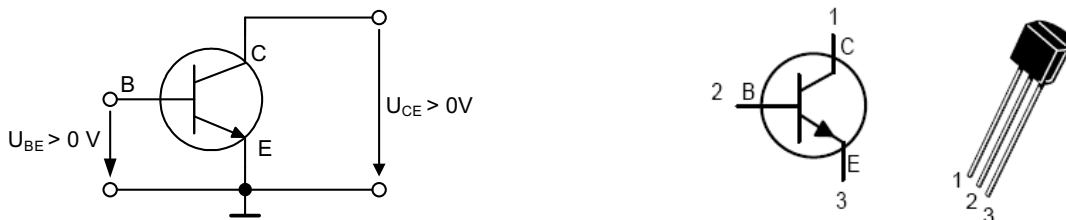

Abbildung 4: Polung eines npn-Transistors (links) und Korrespondenz der Anschlüsse des Bauteils zum Transistor (rechts)
Die Anschlüsse des Transistors heißen Basis (B), Emitter (E) und Kollektor (C). Abbildung 4 zeigt die Polung eines npn-Transistors im „normal leitenden Betrieb“, auf den sich auch alle weiteren Beschreibungen beziehen.